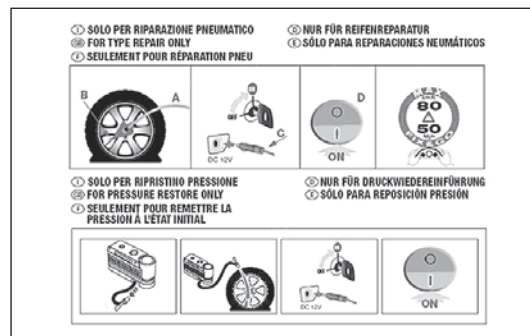

рис. 132
- информационной брошюрой (см. рис. 132), необходимой для правильного использования комплекта срочного ремонта и передачи персоналу, который будет заниматься дальнейшим ремонтом шины;